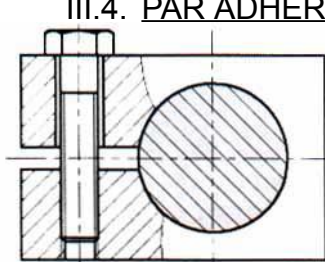
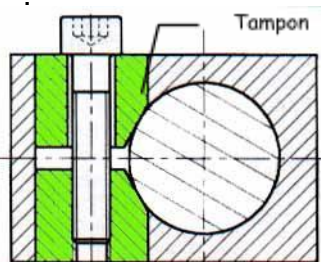

Fig. 1
Fig. 2
1. VIS D'ASSEMBLAGE (fig. 1) :
2. ULON (fig. 2) :
1. PAR DEFORMATION OU PINCEMENT (Fig. 1) :
2. PAR TAMPONS TANGENTS (Fig. 2) :
1. **Soudage autogène (fig. 1)** : Les pièces à assembler, de même nature ou de composition voisine, participent à la constitution du cordon de soudure (fig. 2). L'assemblage est « **homogène** », c'est à dire « fait du même métal ».
2. **Brasage (fig. 1)** : L'assemblage est **hétérogène**. La formation du cordon de soudure (fig. 2) est assurée par la seule intervention du métal d'apport qui agit comme une colle (les pièces conservent leurs contours primitifs).